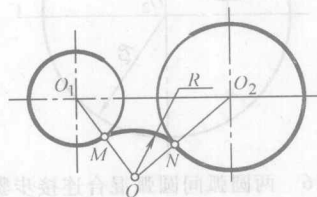

图 1-11 两圆弧间的圆弧外接步骤四
4) 以  $O$  为圆心、 $R$  为半径画圆弧，连接已知圆弧于  $M$ 、 $N$  点即完成作图，如图 1-11 所示。